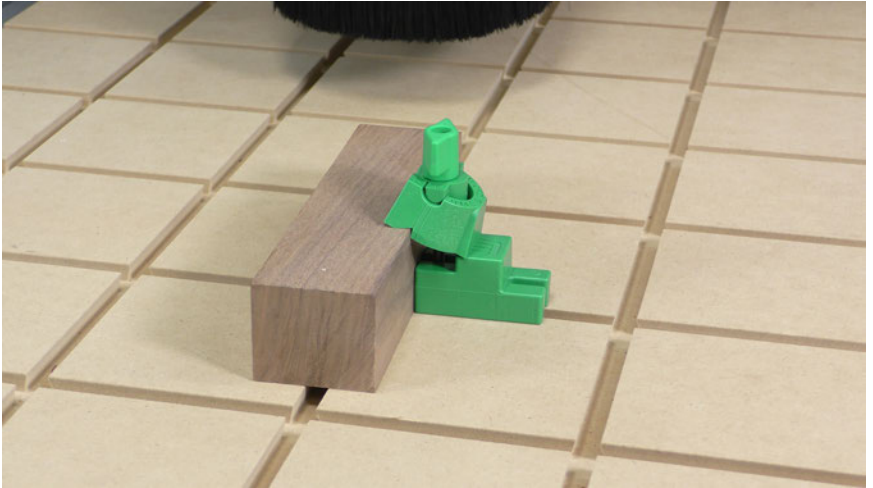

Fig 8e - U-Pad Optional Setup
- 8.8.** Zum Halten längerer Werkstücke kann das U-Pad mit MatchFit Track Nuts und einem Abschnitt der 10-32 Gewindestange (separat erhältlich) verwendet werden. Der Mittelteil des Steigblocks 4C trägt das U-Pad für Werkstücke bis zu 1-1/2 Zoll (38 mm). Die geteilten Beine des Steigblocks 3B führen die Gewindestange zur Unterstützung der Schwalbenschwanznut durch. (Fig 8e)